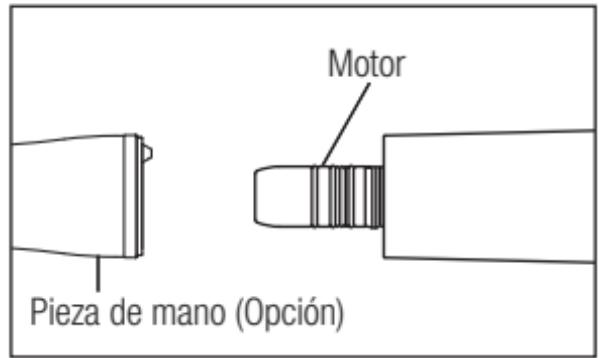

Fig. 2
- 1) Conectar la pieza de mano directamente al motor. (Fig. 2) Cuando se conecta una pieza de mano óptica, girar la pieza de mano hasta que encaje en su posición con un clic.